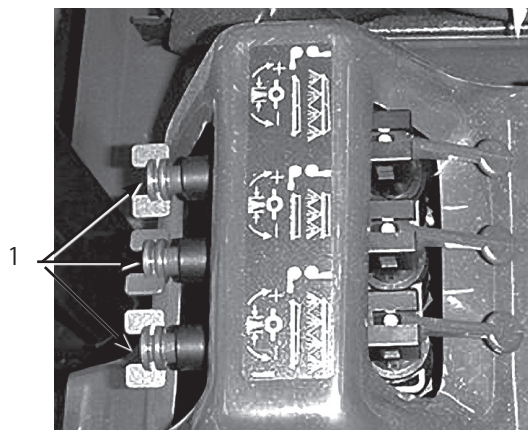

図25
12. そのブームのバルブの下についているバイパス・バルブ (図25) を使って、上記手順10で設定した水圧と同じ水圧になるように調整する。